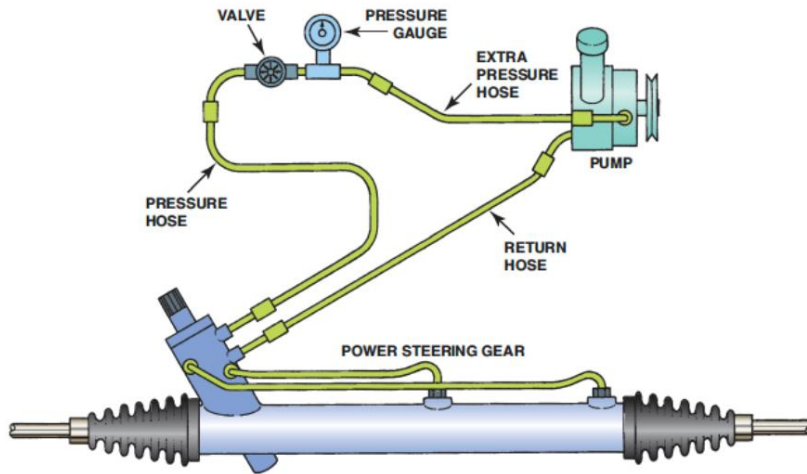

Figura 24. Conexiones del analizador de dirección asistida.
PASO 2 Conecte las mangueras del comprobador a la bomba y a la línea de presión desconectada. Figura 24.